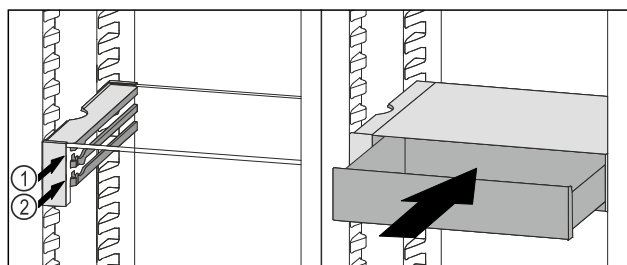

Fig. 66
- Sæt VarioSafe-skuffen ind bag stoppene på den ønskede ribbe Fig. 66 (1) eller Fig. 66 (2).